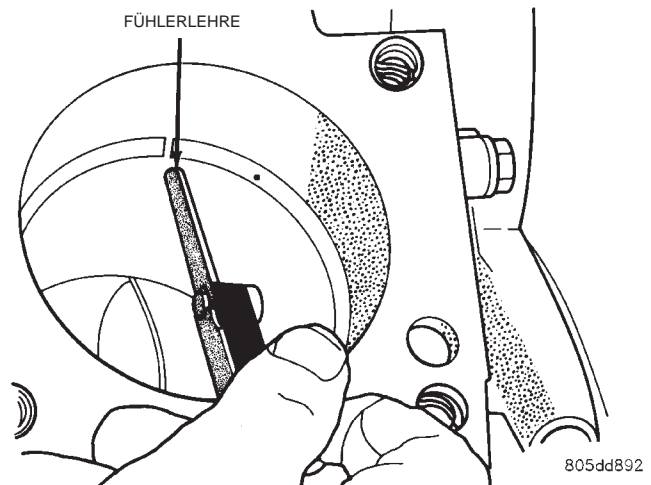

Abb. 7 Messen des Ringstoßes
- Oberer Kompressionsring (1) . . . 0,042 bis 0,084 mm (0,0017 bis 0,0033 Zoll)
- Unterer Kompressionsring (2) . . . 0,042 bis 0,084 mm (0,0017 bis 0,0033 Zoll)
(4) Kolbenring in die Zylinderbohrung einsetzen und mit einem umgedrehten Kolben bis zum unteren Ende des Kolbenringhubs in die Bohrung schieben. Das Stoßspiel des Kolbenrings mit einer Fühlerlehre messen (Abb. 7).